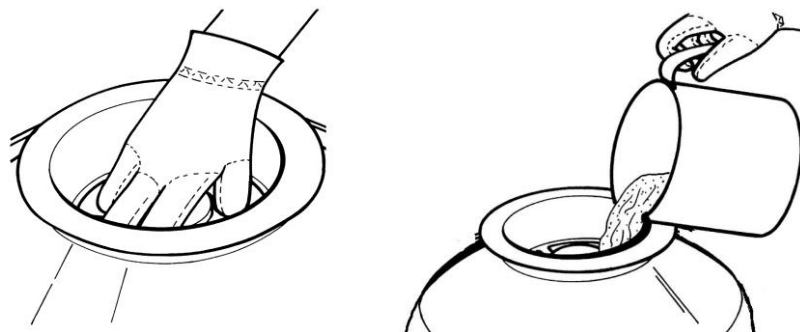

Abb. 4
4. Stellen Sie nun das Ausströmrrohr mit dem unteren Filtertopf von oben in den Sandfilterbehälter ein. Dann legen Sie den Einfülltrichter auf die obere Öffnung des Behälters. Befüllen Sie nun den Behälter mit Quarzsand (SPF 180 und SPF 250 F Sandgewicht 13 kg / SPF 370 F Sandgewicht 25 kg). Achten Sie darauf, dass kein Sand in das Ausströmrrohr gelangt. (Abb. 4)